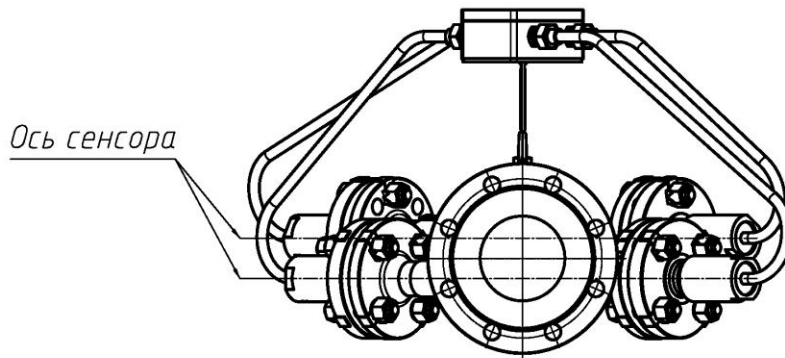

Рисунок 6 - Положение осей сенсоров расходомеров
4.2.1 Место монтажа и положение расходомеров может быть любым, однако ось (оси) сенсоров при установке расходомеров на слегка поднимающихся или горизонтальных трубопроводах должны быть по возможности горизонтальны (см. рис.6). Положение расходомеров UFM500F-030-НТ при монтаже должно соответствовать видам (а), (б), (в), (д), (е) на рисунке 7.